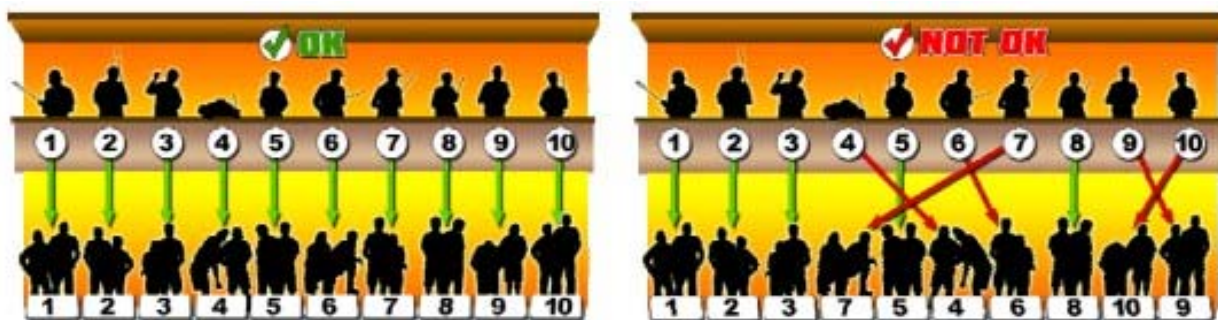

Figura 3: Disposizione dei Meccanici e dei Piloti nel palco
10.05.09 Prima della partenza della Finale, per ciascuna categoria, verrà eseguita la foto e la presentazione al pubblico dei Piloti finalisti da parte del Direttore di Gara. Durante la chiamata, il Pilota, dovrà salire sul palco e scegliersi il posto di maggiore preferenza per la sua guida. Successivamente, i Meccanici (o Meccanico) ad esso associati, dovranno occupare, ove possibile, la casella della corsia dei box di rifornimento corrispondente e situata sotto al Pilota. Per una maggiore chiarezza di esposizione si faccia riferimento alla Figura 3.